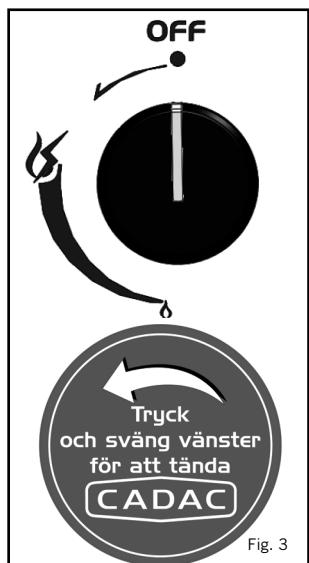

Fig. 3
- Använd kontrollknapparna för att justera den individuella bränningarlägans intensitet till önskad nivå. Vrid knappen moturs för att öka lågan och medurs för att minska den (se bild 3).